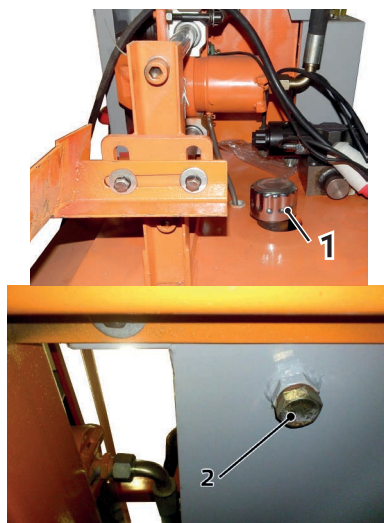

Рис. 19
1. Открутите крышку маслозаливного отверстия 1 (Рис. 19).